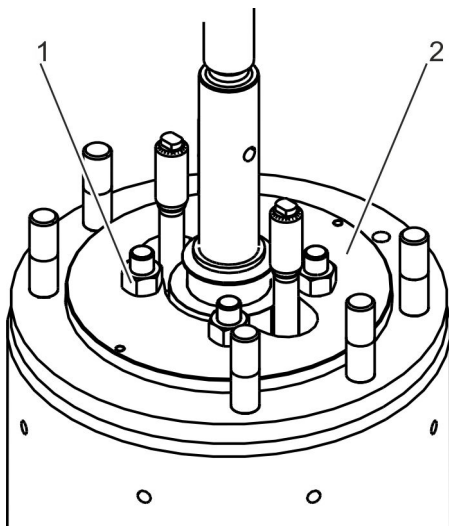

Abb. 34: Muttern Spanndeckel lösen
2. ➔ Bei Ausführung mit Spanndeckel (Abb. 34/2): Muttern (Abb. 34/1) lösen und entfernen.